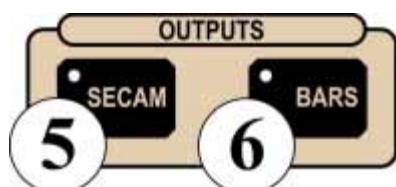

Рис.13 – Кнопки выбора режима выходного видеосигнала
Сигнал на основных видеовыходах микшера по умолчанию кодируется в системе ПАЛ. Кнопка (5) [SECAM] (См. рис.13) изменяет системы кодирования выходного сигнала в SEKAM. Светодиод на кнопке (5) сигнализирует- выходной видеосигнал в системе SEKAM. Кнопка (6) [BARS] на видеовыходе генерирует цветные полосы. При этом независимо от содержания сигналов видеоисточников и выбранных режимов микшера на выходе